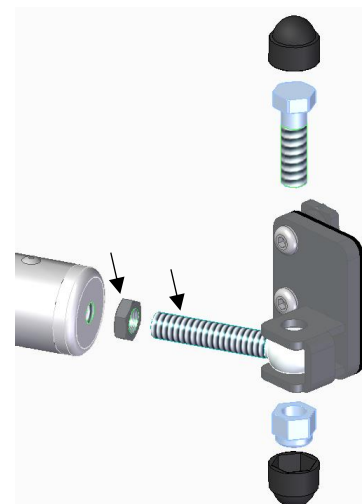

Abbildung 3
Nun werden auf der Beifahrerseite zwei Augenschrauben (**Fehler! Verweisquelle konnte nicht gefunden werden.**) und flache Sechskantmuttern M12 (16) auf den Fahrradträger (1) gedreht (Pfeile in Abb. 3). Diese Muttern werden später zum Kontern und Sichern der Augenschrauben benötigt (Mindest-Einschraubtiefe der Augenschraube in den Fahrradträger = 20 mm). Dann kann der Fahrradträger mit Hilfe der montierten Augenschrauben, Sechskantschrauben M12x40 (11) und Sechskantmuttern M12 (15) an die, ans Fahrzeug montierte, Halterungen befestigt werden (Abb. 3).